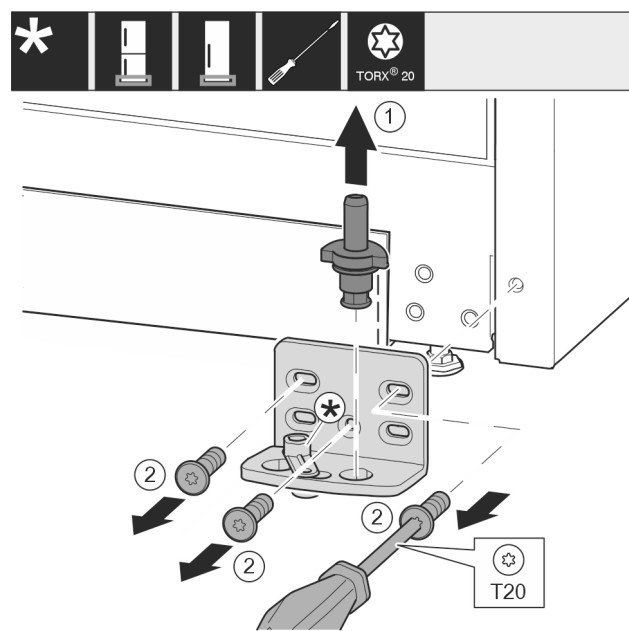

Fig. 12
- Ležajni sornik v celoti izvlecite navzgor. Fig. 12 (1)
- Vijake odvijte z izvijačem T20 in snemite ležajni podstavek. Fig. 12 (2)